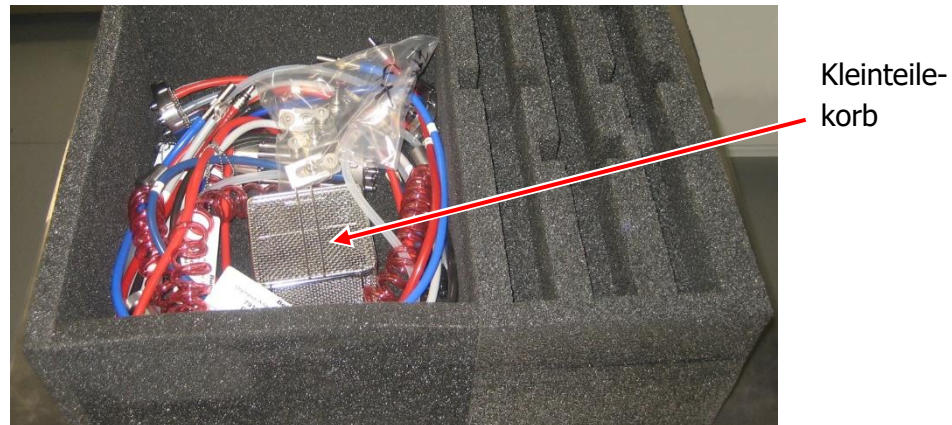

Abb. 6: Schaumstoff Einsatz S1A RDG-E Belimed WD 430
- Legen Sie folgende Gegenstände wie in Abb. 6: dargestellt in die Aussparung des Schaumstoff Einsatz S1A: